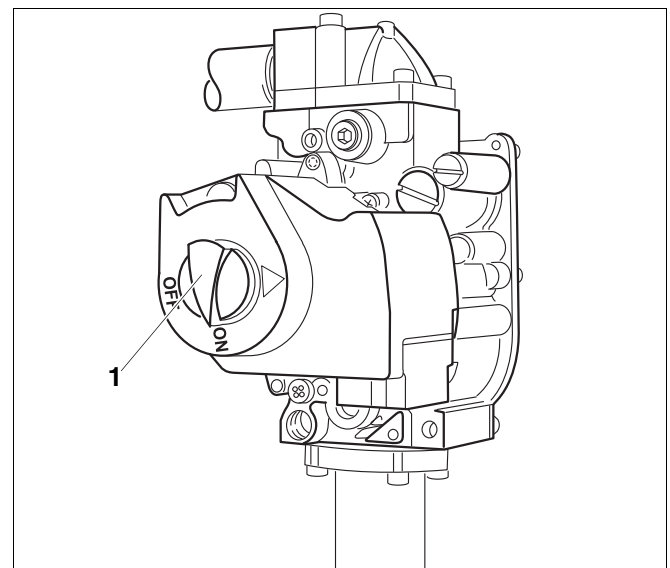

Fig. 12 Bloc gaz
22. Si le bloc gaz fonctionne parfaitement, passer à l'étape 25. Dans le cas contraire, tourner immédiatement le bouton de mise en marche (→ fig. 12) du bloc gaz dans le sens des aiguilles d'une montre sur « OFF ». Fermer le robinet gaz. Couper l'installation de chauffage de l'alimentation électrique et informer le technicien SAV ou le fournisseur de gaz.